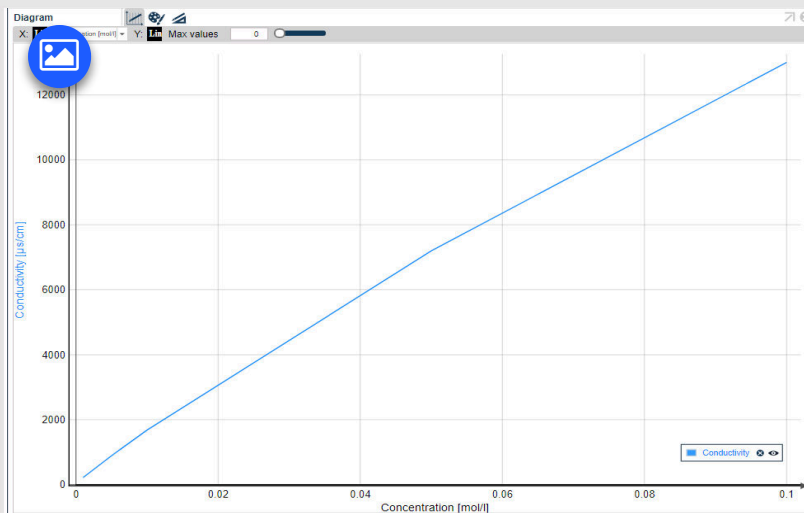

Рис. 4: Пример графика зависимости проводимости вещества от концентрации
- Теперь закройте все таблицы и диаграммы и перейдите в базу данных , где выберите канал "Концентрация", а также данные измерения проводимости и нажмите "Диаграмма". Программа представит необходимый график (рис. 4).